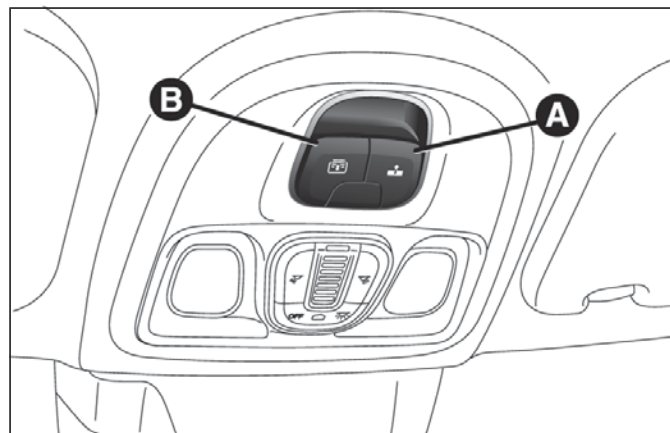

fig. 71
Pulsar el botón A fig. 71: el panel de cristal delantero se colocará en la posición “spoiler”.
Desde la posición de apertura completa, pulsar el botón A fig. 71: el panel de cristal delantero se colocará en la posición “spoiler”.
Pulsar el botón B fig. 71: la cortina se moverá hacia la parte trasera del vehículo, hasta la posición de apertura completa.
- ☐ pulsar el botón A fig. 71 en posición de cierre;